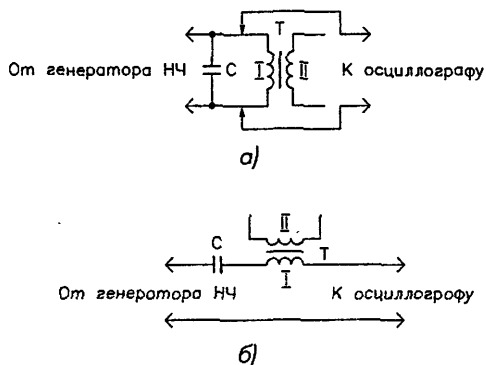
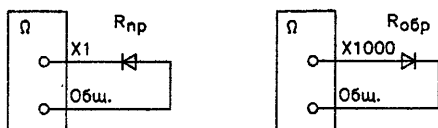

Рис. 6.5. Схема проверки трансформатора с использованием явления параллельного (а) и последовательного (б) резонанса
Рис. 6.6. Схема проверки исправности диода: а – измерение прямого сопротивления; б – измерение обратного сопротивления
- проверка трансформатора с использованием явления резонанса. Для этого нужно собрать схему для параллельного (рис. 6.5) или последовательного (рис. 6.6) резонанса. Изменяя частоту генератора, нужно добиться резкого
Простейшая проверка исправности полупроводниковых диодов заключается в измерении их прямого $R_{пр}$ и обратного $R_{обр}$ сопротивлений постоянному току. Чем меньше прямое сопротивление и больше обратное или, другими словами, чем выше отношение $R_{обр}/R_{пр}$, тем выше качество диода. Для измерения диод подключают к тестеру (омметру) или к ампервольтметру, как показано на рис. 6.6. При этом выходное напряжение измерительного прибора не должно превышать максимально допустимого для данного элемента.